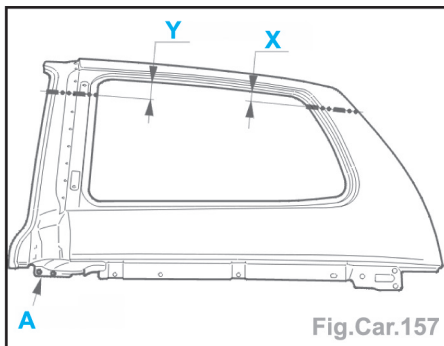

Fig.Car.157
- Tracer puis découper à l'aide d'une meule épaisseur 1 mm (coupe définitive) et percer au  $\varnothing 6.5$  mm pour soudage ultérieur par points bouchons (suivant A) (Fig.Car.157).